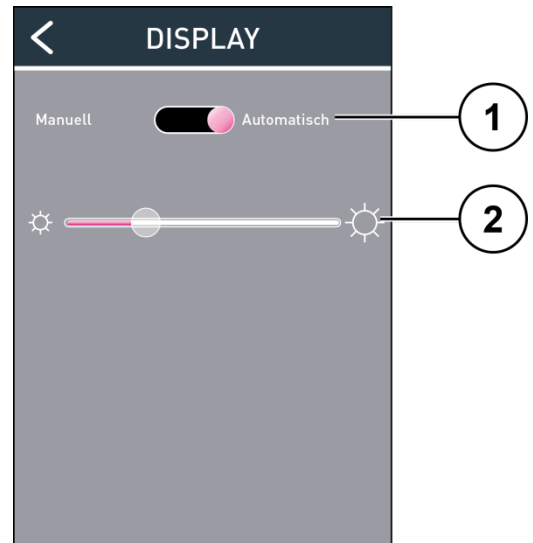

Abb. 17: Einstellungen Display
- Die ermittelte Helligkeit wird in der Anzeige unter dem Schiebschalter **(1)** dargestellt (Abb. 17).